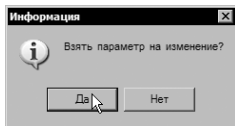

Рисунок 127
21. Щелкните левой кнопкой мыши по значению параметра перехода. В появившемся окне (рис. 127) нажмите кнопку **Да**. Нажмите кнопку **...** **Редактирование размера** и установите в открывшемся окне размер  $\varnothing 61 (-0,3)$ .